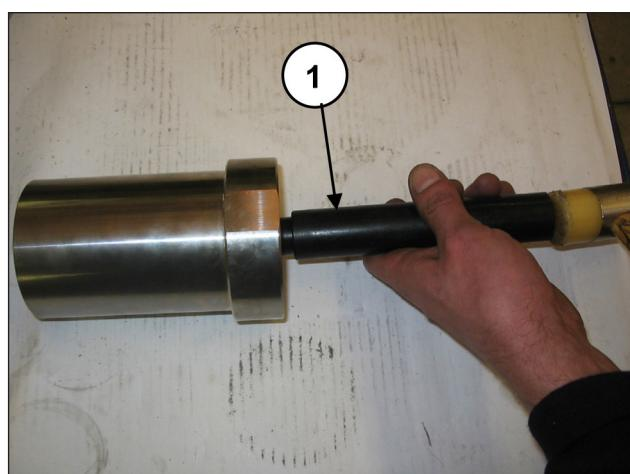
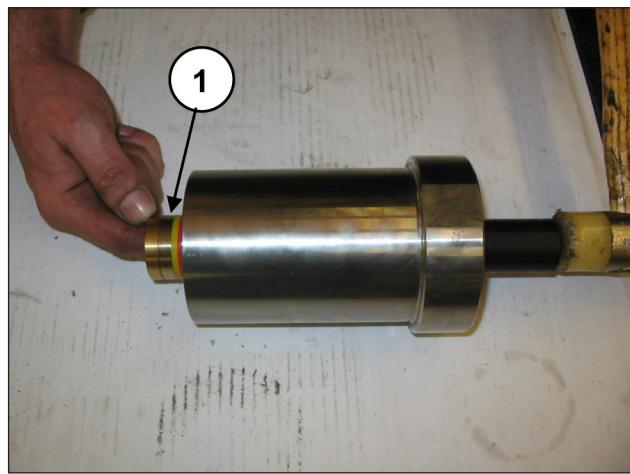

Abb. 114
Abb. 115
Entnehmen Sie nach Trennung der Buchse vom Dichtungshalter mit einem speziellen Kunststoffdorn (Pos. ①, Abb. 114) den HD (Hochdruck) Dichtungssatz (Pos. ①, Abb. 115).
Bei jedem Ausbau muss der HD-Dichtungssatz (Pos. ①, Abb. 115) ausgetauscht werden.